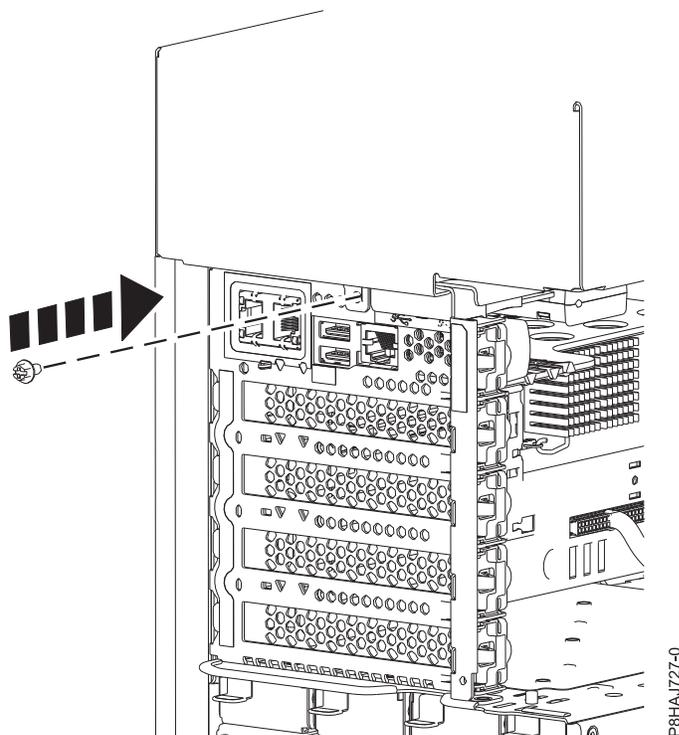

Figura 143. Instalar o parafuso da tampa lateral de 8286-41A
5. Instale o parafuso da tampa lateral com uma chave de fendas Phillips, conforme demonstrado em Figura 143 na página 172.